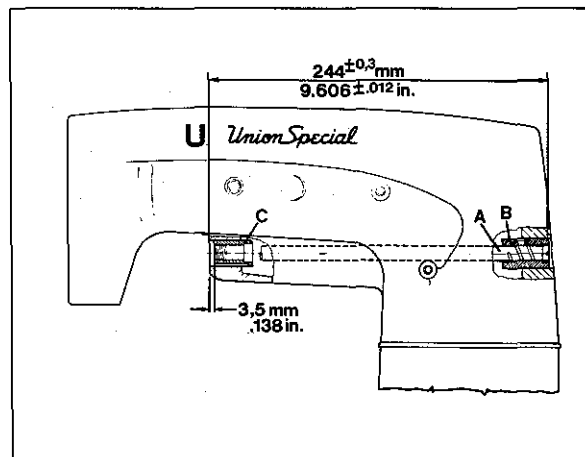

Fig.77
Bushings (B and C, Fig. 77) for spreader drive shaft (A) are cemented in the bed casting. Observe the measurements shown in Fig. 77 as well as position of oil hole and groove when replacing the bushings.
Die Buchsen (B und C, Fig. 77) für die Legerantriebswelle (A) sind im Gehäuse eingeklebt. Beachten Sie beim Austausch der Buchsen die in Fig. 77 angegebenen Einbaumaße, sowie die Lage von Ölbohrung und Nut.